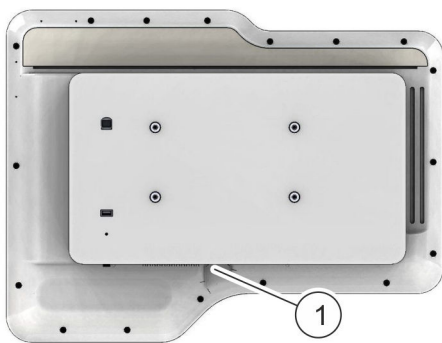

Abb. 4: Ein-/Ausschalter am Terminal
1. Ein-/Ausschalter (Abb. 4/1) drücken, um das Terminal einzuschalten.
3. Ein-/Ausschalter (Abb. 4/1) drücken, um das Terminal auszuschalten.